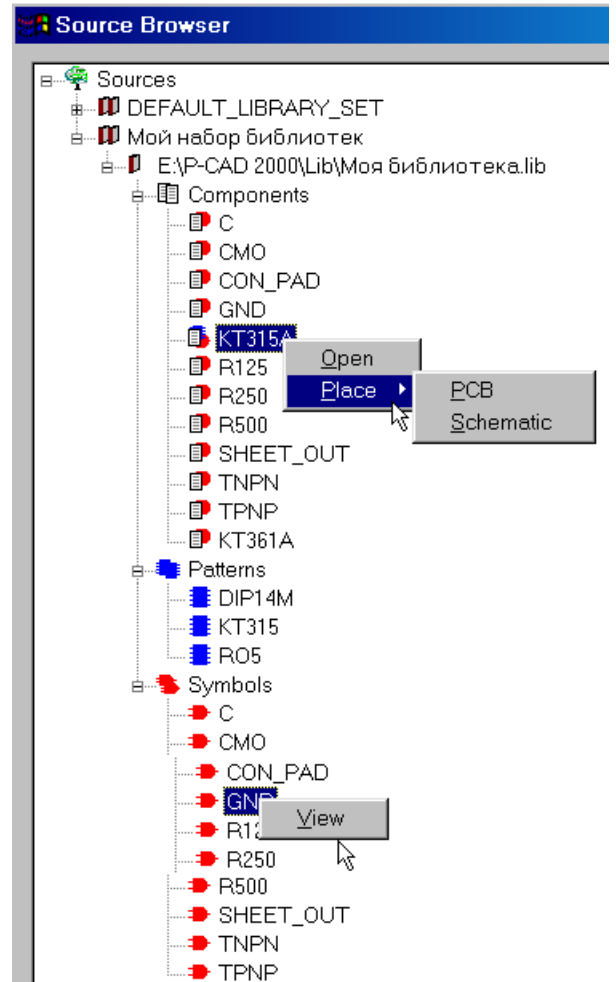

Рис. 8-5. Просмотр состава библиотеки
2) Последовательно щелкая левой кнопкой мыши по знаку «+», расположенному слева от имени каждого раздела, раскройте их (см. рис. 8-5).
3) Щелкните правой кнопкой мыши по имени какого-либо компонента. В открывшемся меню выберите команду **Place** (поместить). По этой команде можно разместить выбранный компонент либо в схему, либо на печатную плату (см. рис. 8-5). По команде **Open** открывается окно с информацией о компоненте. Для корпусов и символов доступны только команды просмотра графики **View** (рис. 8-5).